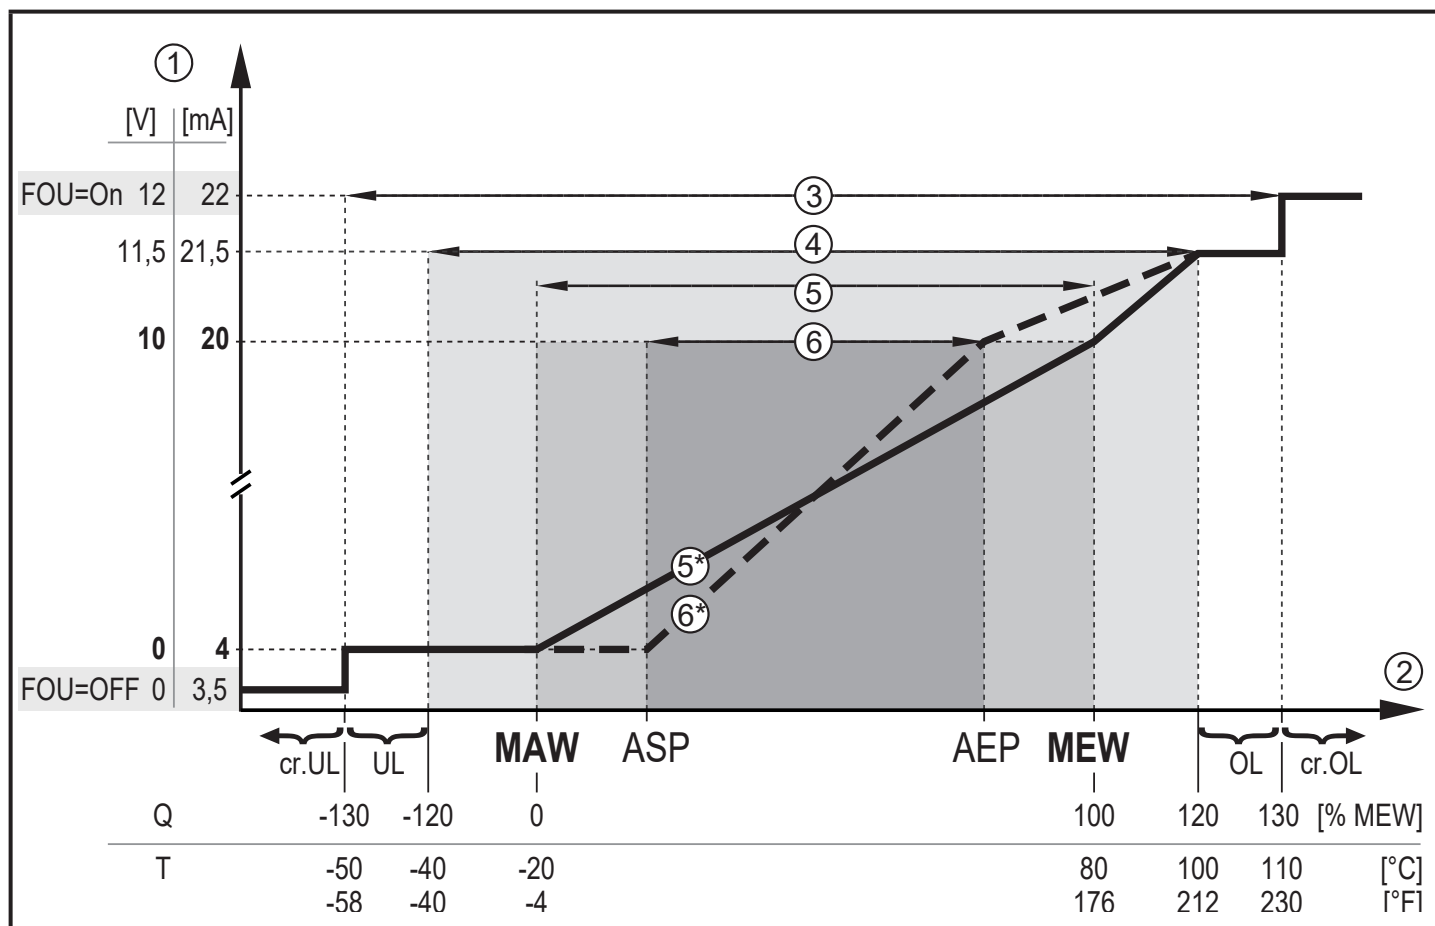

Рис. 1: Характеристики аналогового выхода в соответствии со стандартом IEC 60947-5-7.
- Если измеренное значение находится вне диапазона измерения или в случае внутренней ошибки, выдаются токовые сигналы или сигналы напряжения изображенные на рис. 1.